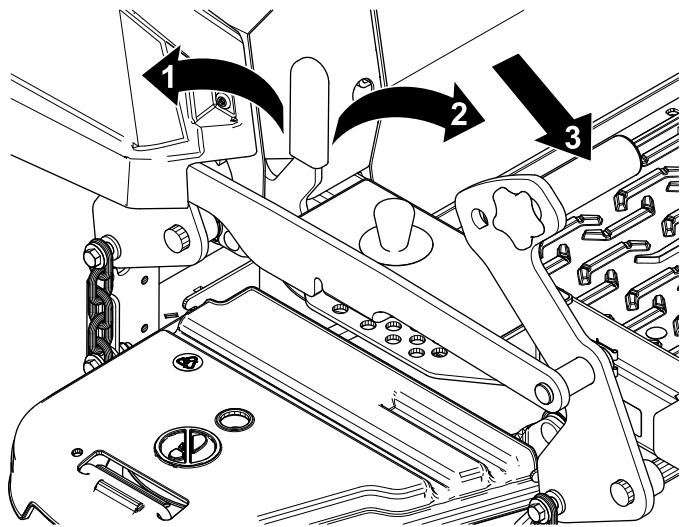

Bild 1
7. Drücken Sie das Mähwerkhubpedal ganz nach vorne, um das Mähwerk in der TRANSPORTSTellung (Bild 1) zu arretieren.